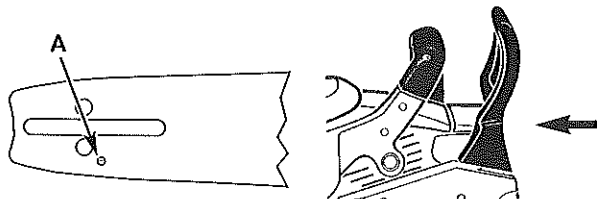
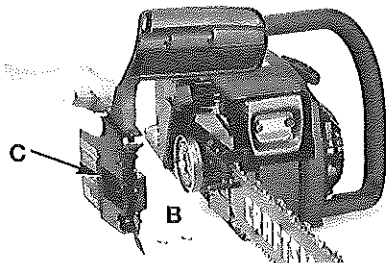
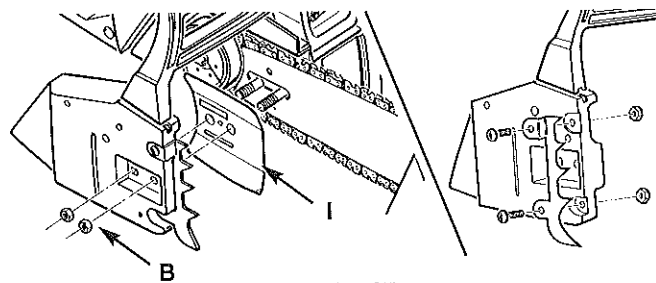
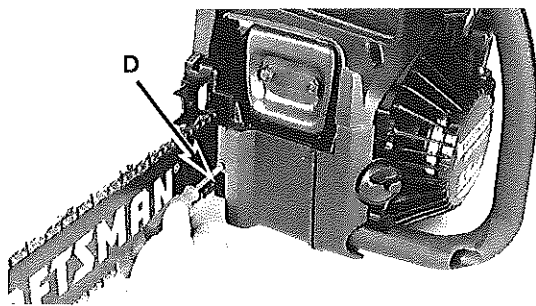

Fig. 21
Fig. 22
Fig. 27
Fig. 28
PRECAUCIÓN: Para asegurarse de que la barra y la cadena reciben aceite, use solo la barra original con el orificio de paso (A) ilustrado en la Fig. 21.
1. Asegúrese de que la palanca del Freno de cadena(r) está hacia atrás en la posición DESACTIVADA (Fig. 21). Quite las tuercas de la barra con la herramienta suministrada (Fig. 22).
2. Quite la funda del freno de cadena (C, Fig. 22) y la placa de la guía exterior (I, Fig. 27) tirando hacia fuera (Fig. 22).
6. Reemplace la placa exterior de la barra (I) para que los lados curvados (superior e inferior) miren hacia fuera de la cadena (Fig. 27).
7. Instale la funda del Freno de Cadena(r) (Fig. 27). Asegúrese de que la cadena no se sale de la barra. Instale las dos tuercas de la barra y siga las instrucciones de Ajuste de tensión de la cadena.
1. Afloje las tuercas de la barra (B, Fig. 27). Sostenga la punta de la barra hacia arriba y gire el tornillo de ajuste (D) hacia la derecha para aumentar la tensión de la cadena. Si gira el tornillo a la izquierda disminuirá la tensión de la cadena. Asegúrese de que la cadena se ajusta correctamente a la barra (Fig. 28).